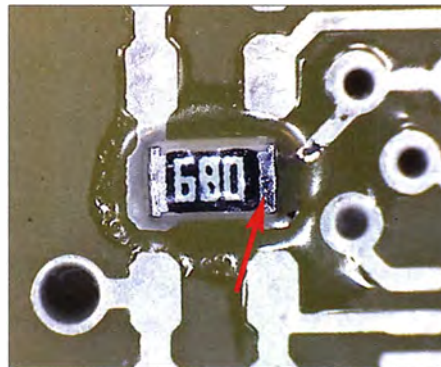

Bild 26: Die rechte Anschlussfläche ist provisorisch geheftet.
– Nun ist das Bauteil mit der spitzen Pinzette auf die Platine zu drücken, sodass es nicht mehr verrutschen kann. Dann tippt man mit der Lötspitzen- in die Fuge zwischen Anschlussfläche und Lötfläche. Das wenige Lot fließt dabei augenblicklich in die Fuge und heftet das Bauteil provisorisch an das Lötauge (Bild 26).